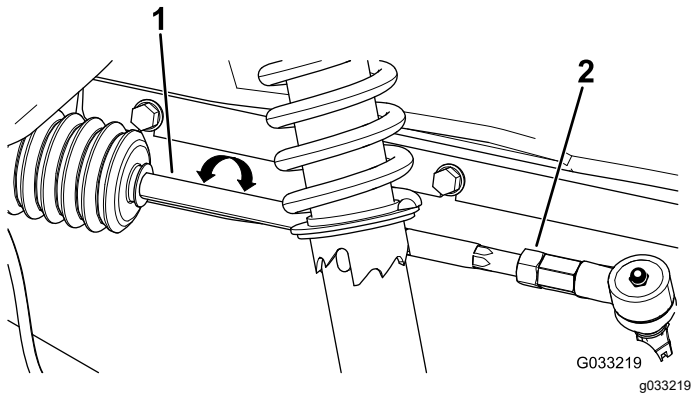

図 48
2. 前後の測定値の差が所定範囲0-6 mmにならない場合は、タイロッドの外側端部にあるジャムナットをゆるめて調整を行う(図48)。